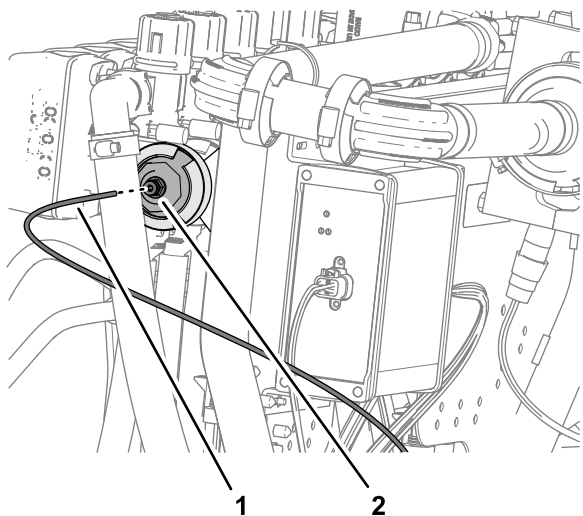

图 135
- 将仪表板内压力计压力传感管塑料的末端与管子连接器的锁环对齐图 135。
- 将传感管插入锁环直至管子完全入位图 135。